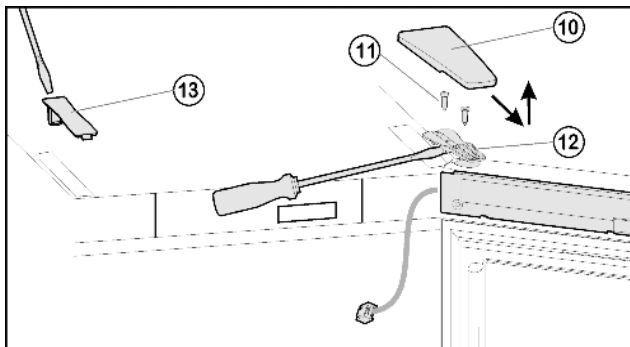
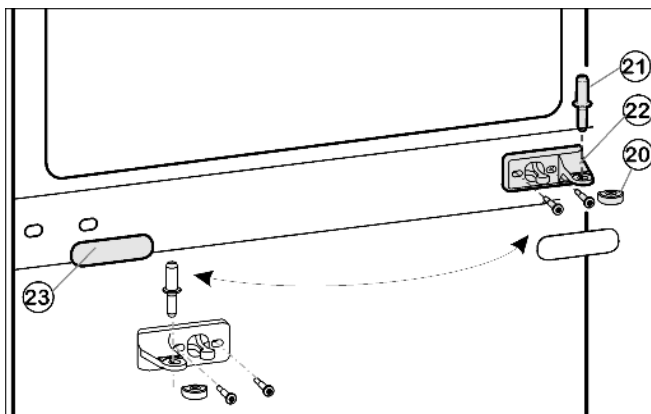
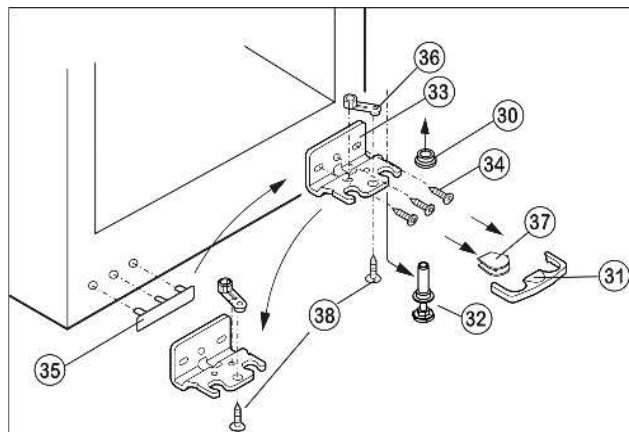

Fig. 5
Fig. 6
Fig. 7
- Крышку Fig. 5 (10) снимите движением вперед и вверх.
- Снимите крышку Fig. 5 (13).
- Полностью выверните винты Fig. 5 (11).
- Снимите дверцу вместе с опорным кронштейном Fig. 5 (12) и кабелем вверх. Для снятия, возможно, понадобится осторожно подцепить опорный кронштейн снизу шлицевой отверткой.
- Извлеките средний опорный палец Fig. 6 (21) из среднего опорного кронштейна Fig. 6 (22) и нижней дверцы.
- Пластмассовый колпачок Fig. 6 (20) снимите.
- Снимите средний опорный кронштейн Fig. 6 (22).
- Осторожно снимите накладку Fig. 6 (23).
- Прикрутите средний опорный кронштейн Fig. 6 (22) с поворотом на 180° на новую сторону шарнира (с моментом 4 Нм)
- Защелкните накладку Fig. 6 (23), повернув на 180°, на стороне, где теперь будет ручка.
- Предохранитель Fig. 7 (31) снимите движением вперед.
- Снимите крышку Fig. 7 (37).\*
- Полностью вверните регулирующую опору Fig. 7 (32).
- Вытяните опорный палец Fig. 7 (32) вниз и вперед. При этом следите за гнездом шарнира Fig. 7 (30).
- Открутите опорный кронштейн Fig. 7 (33) (3 шт. Torx 25) Fig. 7 (34).
- Открутите опорную деталь Fig. 7 (36) (1 Torx 25) Fig. 7 (38) и, переставив в отверстие на противоположной стороне опорного кронштейна, снова прикрутите.
- Осторожно приподнимите и переставьте крышку Fig. 7 (35) со стороны ручки.
- Снова прикрутите опорный кронштейн Fig. 7 (33) на новую сторону шарнира (с моментом 4 Нм). При необходимости используйте аккумуляторный шурупверт.
- Установите крышку Fig. 7 (37) на противоположной стороне.\*
- Предохранитель (31) нужно зафиксировать сбоку на кронштейне, чтобы опорный палец и двери были защищены от выпадения.
- ▶ Снова защелкните предохранитель (31) на опорном кронштейне.
- ▶ Наденьте гнездо шарнира Fig. 7 (30).
- ▶ Установите дверцу сверху на нижний опорный палец Fig. 7 (32).
- ▶ Снова наденьте пластмассовый колпачок Fig. 6 (20) на средний опорный кронштейн Fig. 6 (22).
- ▶ Вставьте средний опорный палец Fig. 6 (21) через средний опорный кронштейн Fig. 6 (22) в нижнюю дверцу.
- ▶ Установите верхнюю дверцу на средний опорный палец Fig. 6 (21), закройте дверцу и установите верхний опорный кронштейн Fig. 5 (12) так, чтобы он защелкнулся в верхней стороне устройства.
- ▶ Закрутите опорный кронштейн Fig. 5 (12) (с усилием 4 Нм). При необходимости сделайте отверстия или используйте аккумуляторную отвертку.
- ▶ Защёлкните крышку Fig. 5 (10) и крышку Fig. 5 (13).
- ▶ При необходимости выравнивайте дверцу через два продольных паза в нижнем опорном кронштейне Fig. 7 (33) и среднем опорном кронштейне Fig. 6 (22) параллельно корпусу устройства. Для этого выкрутите средний винт на нижнем опорном кронштейне Fig. 7 (33).